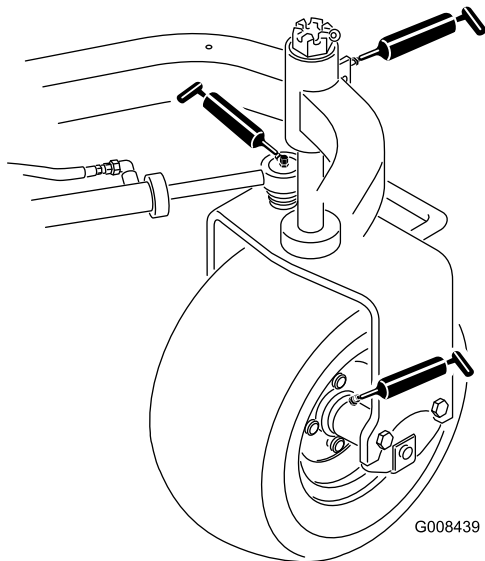

Рисунок 33
- Ступица заднего колеса (1) (Рисунок 33)
- Подшипник поворотного колеса (1) (Рисунок 33)
- Гидроцилиндр рулевого управления (2) (Рисунок 33)
- Подъемные рычаги (3) (Рисунок 33)